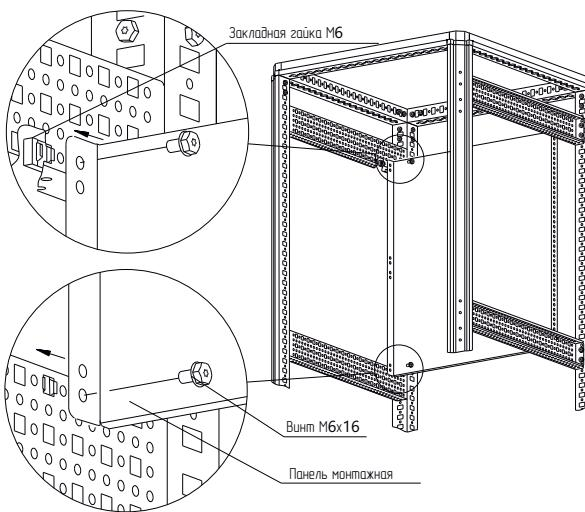

Рисунок 2
- вариант 2. Набором «закладная гайка M6 – винт M6×16 – шайба 6». Установить закладные гайки в квадратные отверстия реек монтажных и закрепить панель монтажную частичную винтами M6×16 с шайбами 6 (рисунок 2). Момент затяжки – 7 Н·м. Набор крепежа приобрести отдельно.